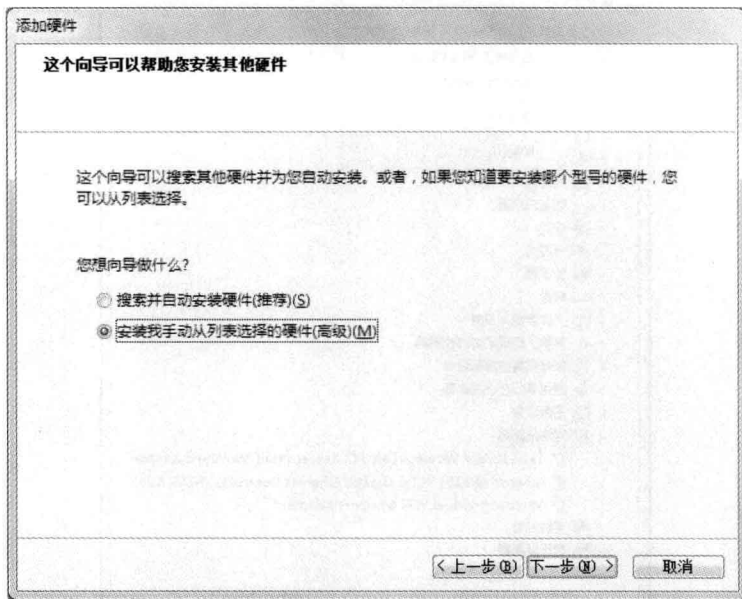

图 1.5 添加/删除硬件向导 3
Step 4 单击【下一步】按钮，系统弹出如图 1.5 所示对话框，该对话框要求用户确定是否希望系统自己进行硬件设备的搜索安装或由用户自己进行安装。